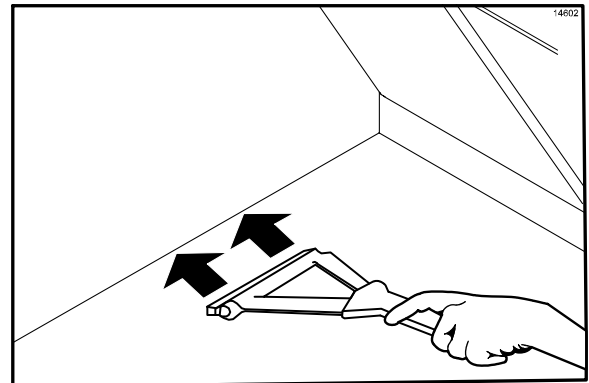

Figura 85
11. Use o rodo do grill para empurrar a gordura residual até os coletores de gordura. (Veja a Figura 85.)